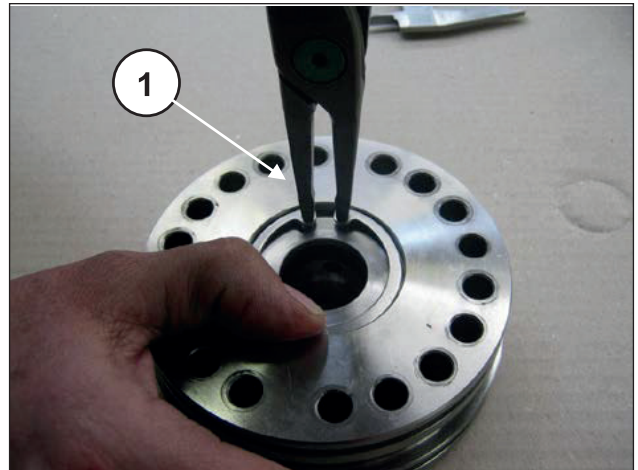
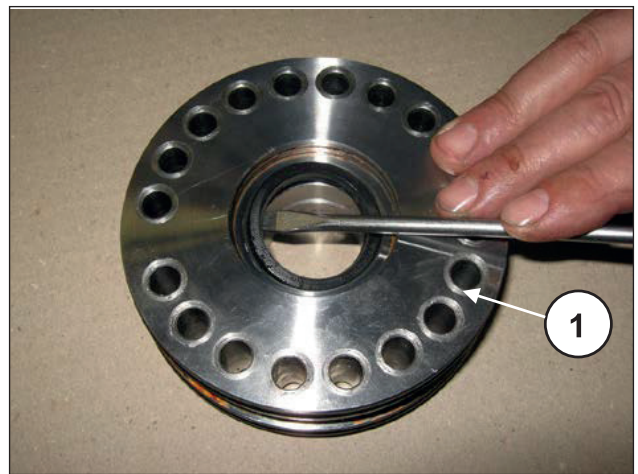

Fig. 190
Fig. 191
Remova o anel elástico e o anel de retenção da vedação (pos. ①, Fig. 190) do suporte da junta LP e com a ajuda de um alicate extraia a junta de estanqueidade LP (baixa pressão) (pos. ①, Fig. 191).